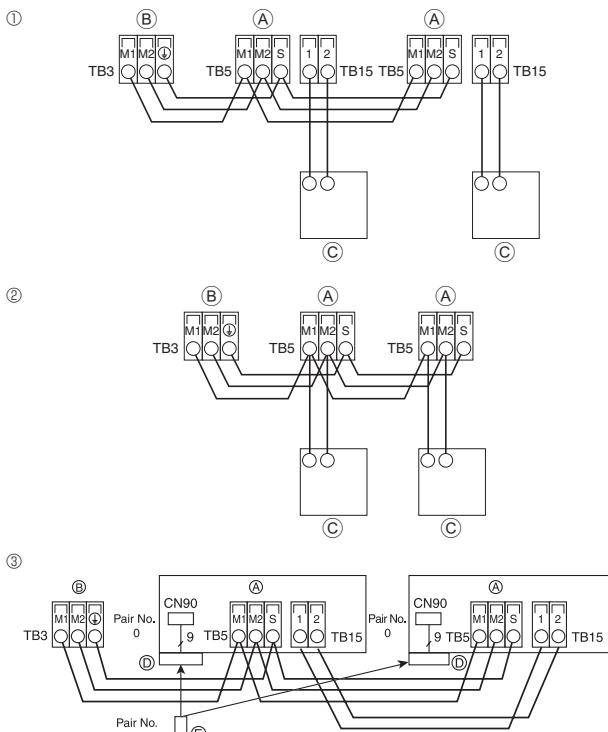
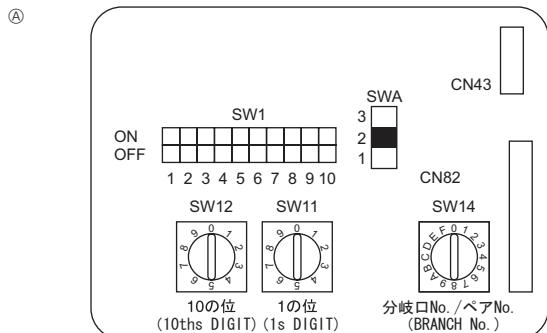

Fig. 6-3
Fig. 6-4
6.4. Ligação dos cabos de transmissão do controlo remoto e das unidades interior e exterior (Fig. 6-3)
- ① Controlo remoto MA**
- ② Controlo remoto M-NET**
- ③ Controlo remoto sem fios (Ao instalar o receptor de sinal sem fios)**
6.5. Definição dos endereços (Fig. 6-4)